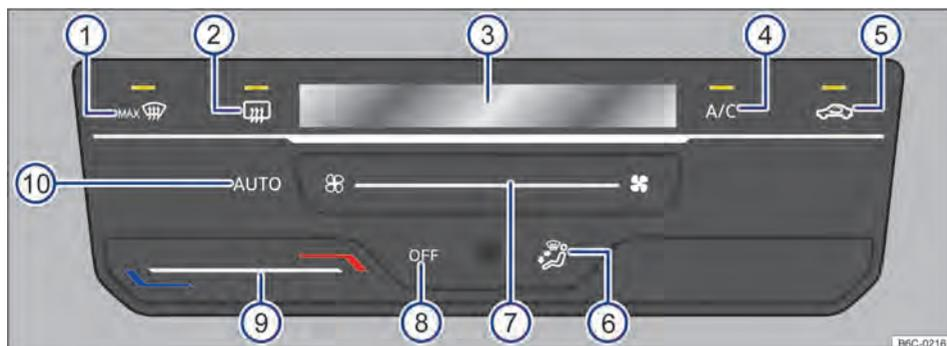
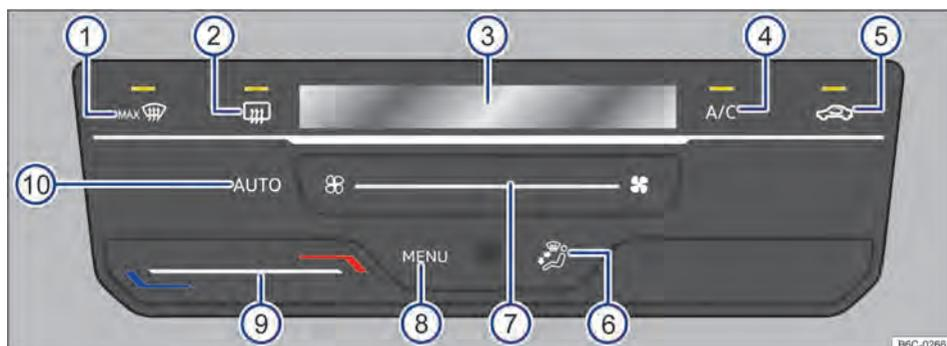

Fig. 83 Comandos do Climatronic (variante 1).
Fig. 84 Comandos do Climatronic (variante 2)
- Tocar na superfície de função **OFF** → Fig. 83 ⑧
- **OU** Deslizar o dedo para a esquerda sob a superfície de função → Fig. 84 ⑦, depois pressionar o botão da extremidade esquerda.
Ao tocar na superfície de função **AUTO** → Fig. 83 ⑩ é possível ligar o modo automático do Climatronic.
manualmente → Fig. 83 ou → Fig. 84 ⑦ ou com a alteração da distribuição de ar através da superfície de função → Fig. 83 ou → Fig. 84 ⑥.
- Tocar na superfície de função **A/C** → Fig. 83 ou → Fig. 84 ④ para ligar e desligar o funcionamento da refrigeração.
- Deslizar o dedo sob a superfície de função → Fig. 83 ou → Fig. 84 ⑨.
No display do Climatronic → Fig. 83 ou → Fig. 84 ③ é indicada a temperatura ajustada. ▶
- Deslizar o dedo sob a superfície de função → Fig. 83 → Fig. 84 (7).
- Tocar na superfície de função  → Fig. 83 ou → Fig. 84 (5).
- Tocar na superfície de função → Fig. 83 ou → Fig. 84 (6) para posição desejada, a distribuição selecionada será indicada no display (3).
- Tocar na superfície de função  → Fig. 83 ou → Fig. 84 (1).
- Tocar na superfície de função  → Fig. 83 ou → Fig. 84 (2).
Para veículos com VW Play, pressionar **MENU** → Fig. 84 (8), para abrir o menu do ar condicionado no rádio.